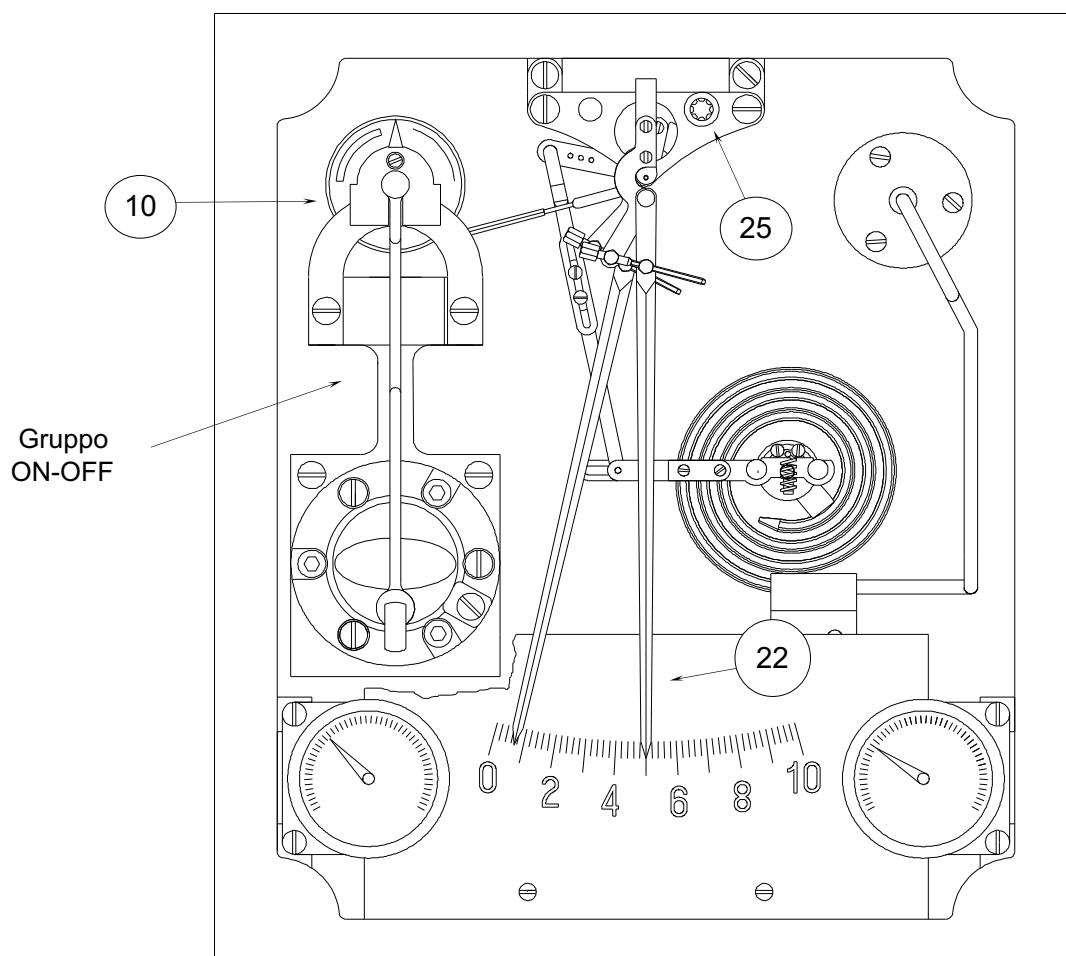

Fig. 3.1.1 "REGOLATORE
3.1. REGOLATORE ON-OFF (Fig. 3.1.1)